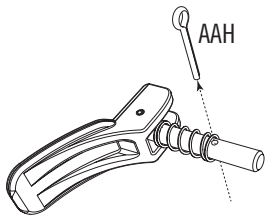
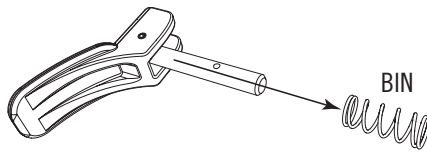

Fig. 1
Fig. 2
- Remove the **Cotter Key (AAH)** (Fig. 1) and **Spring (BIN)** (Fig. 2) from the **Locking Pin (EHR)**. Repeat this step for the second Locking Pin Assembly.
- Enlever la **goupille fendue (AAH)** (Fig. 1) et le **ressort (BIN)** (Fig. 2) de la **goupille de verrouillage (EHR)**. Répéter cette étape pour la deuxième manivelle de verrouillage.
- Quitar la **chaveta (AAH)** (Fig. 1) y el **resorte (BIN)** (Fig. 2) del **pasador de cierre (EHR)**. Repetir este paso para el segundo pasador de cierre.